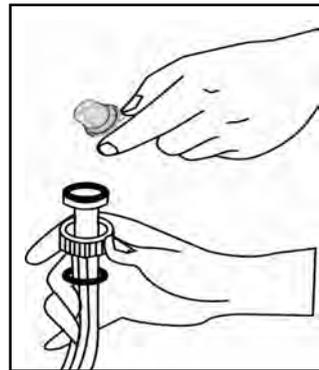

Fig.11
- Nettoyez le filtre du tuyau d'arrivée d'eau côté robinet en le retirant manuellement avec le joint (Fig. 11).